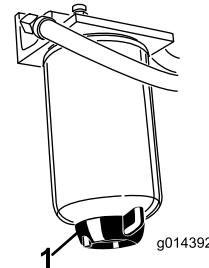

図47
水セパレータ(図47)の水抜きは毎日おこなって異物を除去してください。400運転時間ごとにフィルタのキャニスタを交換してください。
2. フィルタ容器(図47)下部のドレンプラグをゆるめて水や異物を流し出す。